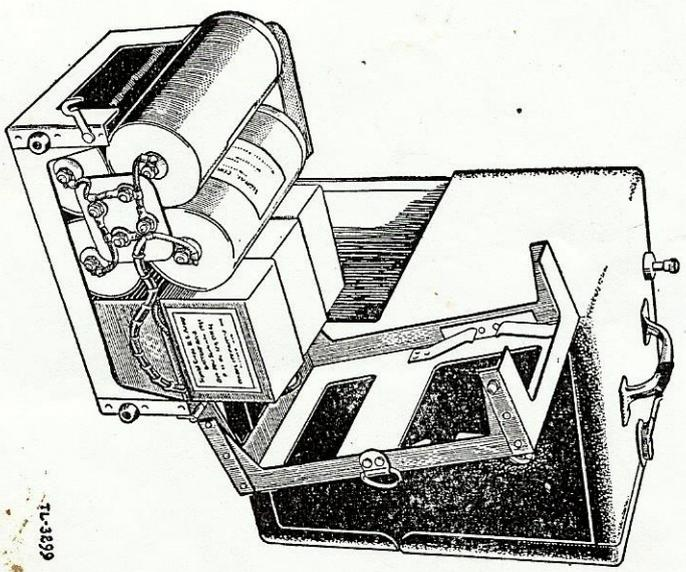

FIGURE 5.—Fréquencemètre BC-221-H (casier des piles chargé, avec couvercle levé pour montrer la construction).
10. Préparatifs d'emploi.—*a.* Casier des piles.—La porte du compartiment des piles à la partie inférieure arrière du coffret, est fermée par 2 petits loquets. On les ouvre en les faisant tourner d'un demi-tour (dans le sens inverse de celui des aiguilles d'une montre) au moyen d'un tournevis ou d'une pièce de monnaie. Le casier se trouve à l'intérieur de ce compartiment. On peut l'en retirer aisément au moyen de l'anneau qu'il porte au sommet, sans détacher le câble (voir figures 5 et 6). Le couvercle du casier est monté sur des charnières d'un côté et tenu en place, du côté opposé par 2 crochets. Ces crochets enlevés, le casier s'ouvre facilement.